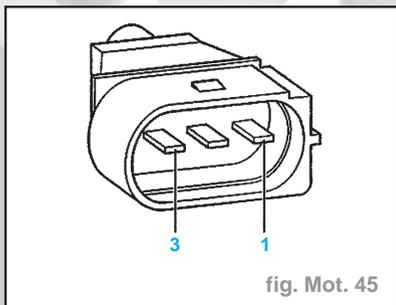

fig. Mot. 45
- Brancher le multimètre sur les contacts 2 et 3 de la fiche du transmetteur derégime-moteur (fig. Mot. 45).